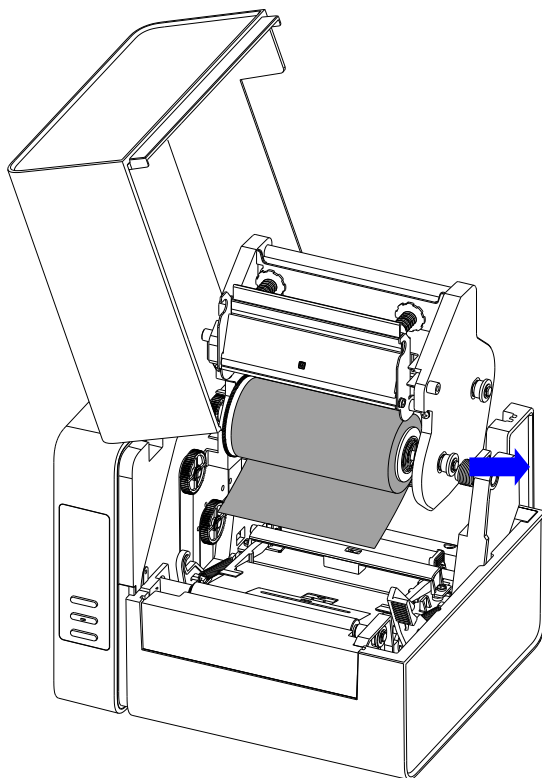

图 2-9 安装碳带卷
4. 向外拉起碳带供应端的碳带释放钮，将装好碳带适配管的碳带卷卡入碳带供应端，确保碳带供应端左压盘上的两个长条形凸起卡入碳带适配管左侧的两个卡口中。如图 2-9 所示。